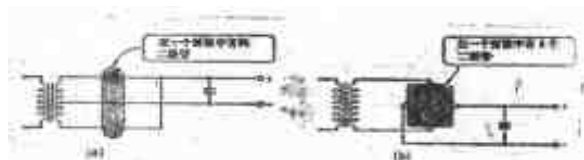

图3-11 全波整流电路
② 整流二极管：整流二极管与小功率二极管相比，其电流容量将大幅度增加。它利用电流单向导通的性质，对交流电源进行整流。有的品种将两个或四个器件制作在一个封装之内，这类器件便于用在全波整流⑦的中心抽头式(图3-11(a))和桥式整流(图3-11(b))电路中。